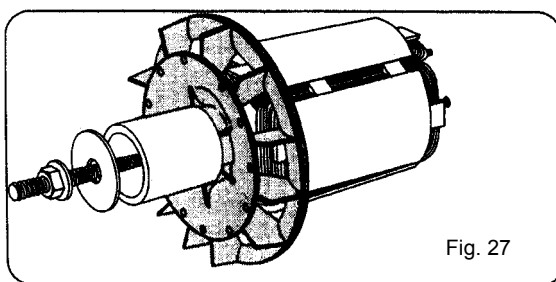

Fig. 27
- Si vous remplacez le ventilateur, respectez le guide d'assemblage (figure 27). Utilisez un tube et une vis.